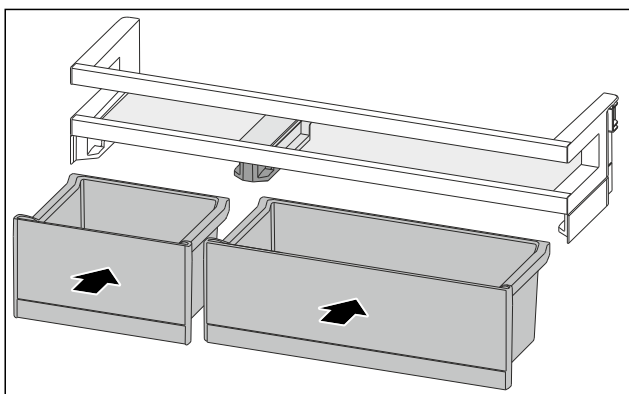

Fig. 90
- ▶ Вставте контейнери VarioBox у змінні положення. (див. Fig. 90)